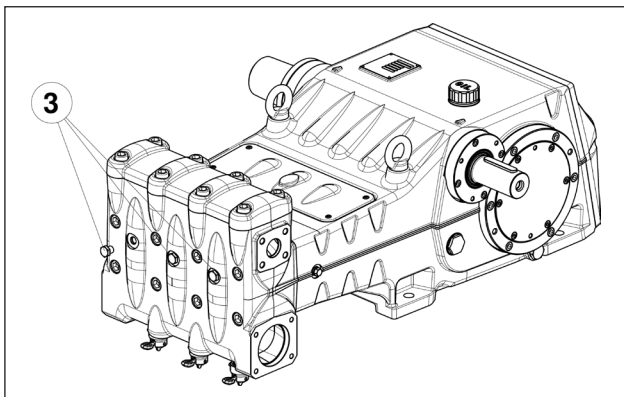

Fig. 11
Se ocorrerem problemas de iniciação devido a uma alimentação insuficiente é possível intervir, removendo as três tampas da parte da frente do cabeçote (excluída a versão LK36), conforme mostrado na pos. ③ Fig. 11.